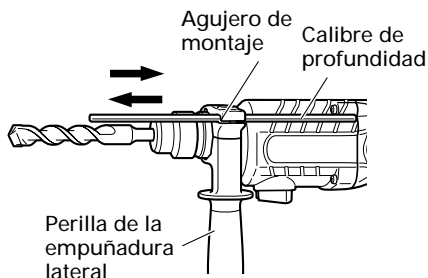

Fig. 12
6. Modo de usar el tope (Fig. 12)